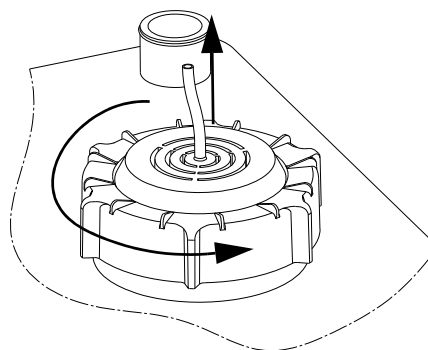

Abb. 11 Ausbauen des Niveau-Sensors
2. Den Schraubdeckel durch Drehen gegen den Uhrzeigersinn lösen. Siehe Abb. 11.